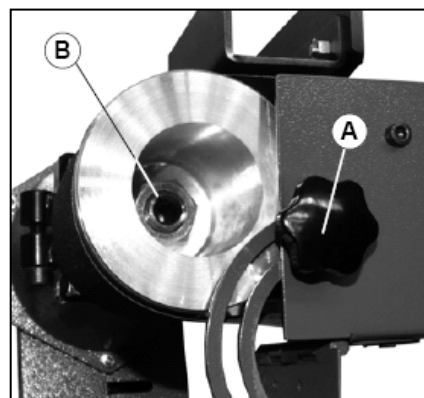

Figure 4
3. Desserrer la vis (A fig.4) (ici, sur figure 4, représentée par une poignée).
5. Dévisser l'écrou (B fig.4).